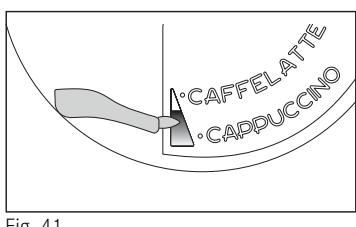

Fig. 41
- Positionnez le régulateur de mousseur à lait (C1) entre les mots CAPPUCINO et CAFFELATTE imprimés sur le couvercle du récipient à lait. La quantité de mousse peut être réglée en déplaçant le régulateur vers le mot CAFFELATTE pour une mousse plus dense. Son déplacement vers le mot CAPPUCINO permet d'obtenir une mousse moins dense (Fig. 41).